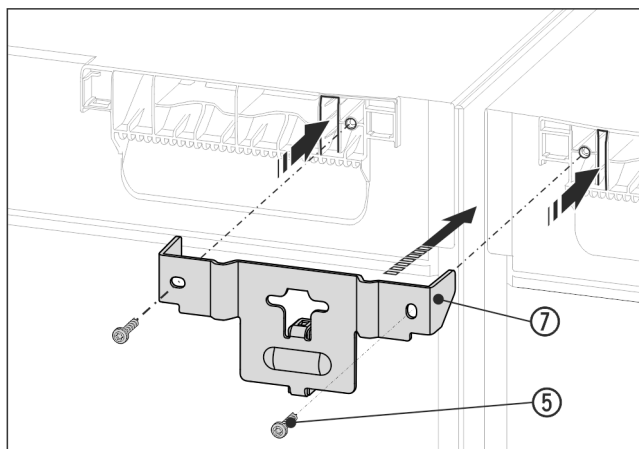

Fig. 16 Beispielhafte Darstellung
- Winkel Fig. 16 (7) mit dem Distanzstück zwischen die Geräte und mit den Laschen in die Gerätedecke schieben. Mit 2 Schrauben Fig. 16 (5) festschrauben.